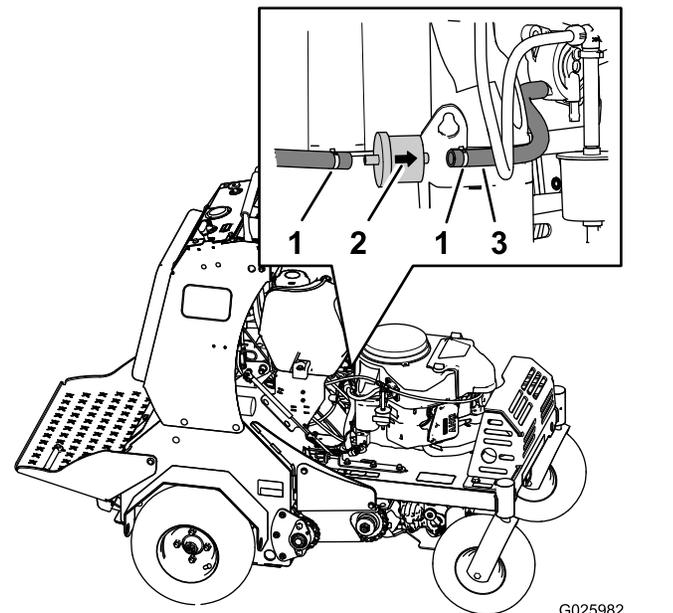

Figura 46
3. Apriete los extremos de las abrazaderas y deslícelas por el tubo alejándolas del filtro (Figura 46).
4. Desmonte el filtro de las mangueras de combustible (Figura 46).
5. Instale un nuevo filtro con la flecha de dirección de flujo alineada como se ilustra en la Figura 46.
6. Alinee las abrazaderas sobre la manguera y los acoplamientos del filtro de combustible (Figura 46).